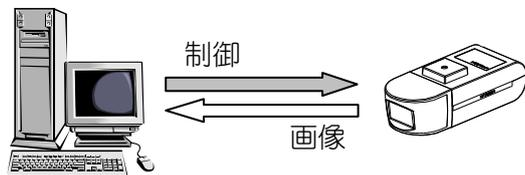

図 15-1 ユニキャストについて
- (1) 図 15-1に示すように、カメラと接続機器が1対1で通信する方式です。
- (2) 複数箇所での監視は出来ません。